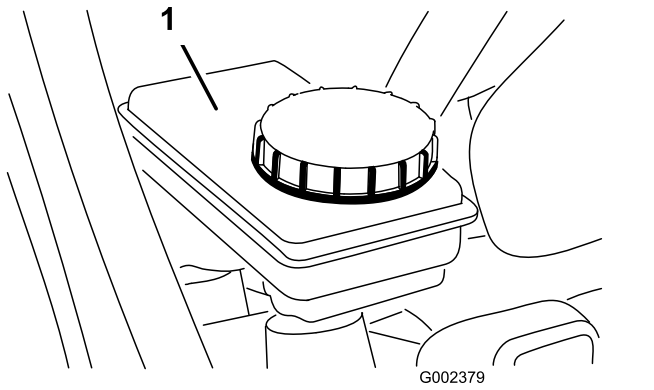

図 73
5. ブレーキオイルタンク内の液量を点検する 図 72 と 図 73。
- A. タンクのキャップの周囲をきれいに拭く 図 73。
- B. タンクからキャップを外す 図 73。
- C. タンクの FULL マークまで液を追加する 図 73。
- D. キャップを取り付ける 図 73。